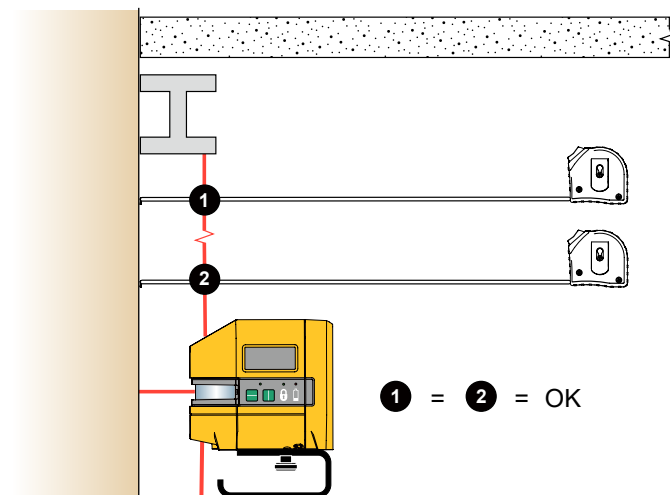

Figura 6. Verifica del livellamento verticale di un elemento esistente
2. Misurare lo spazio dall'elemento al laser a diverse distanze dal prodotto. Vedere la Figura 6.